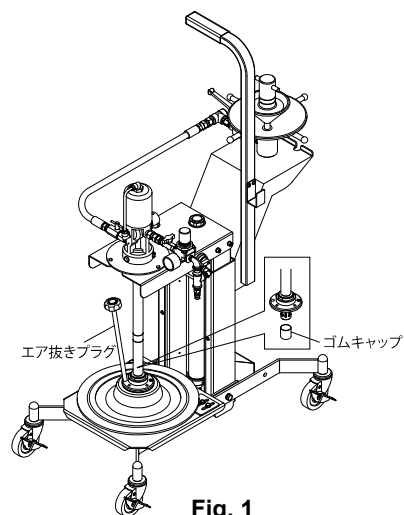

Fig. 1
- 1) ポンプのサクション部（インダクタープレートの内側）に保護のためのゴムキャップがしてあります。（Fig. 1）